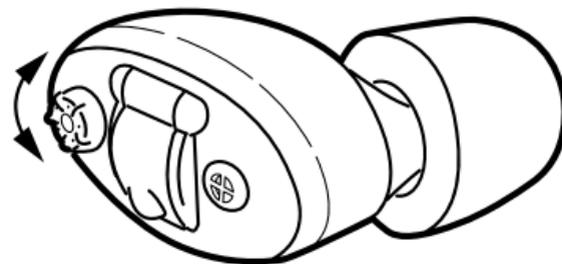

Рис. 1.9
1. После того как беруши правильно размещены в ухе (правая в правом, левая в левом), приложите большой палец к колёсику-регулятору громкости каждой беруши и поверните его вперед, в сторону микрофона (рис. 1.9).